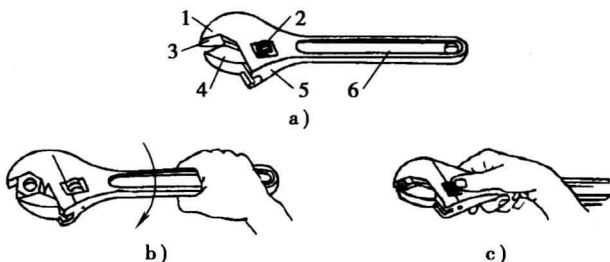

图 1—12 活扳手
(1) 活扳手的构造和规格。活扳手由头部和柄部组成，头部由活扳唇、呆扳唇、扳口、蜗轮和轴销等构成，如图 1—12 所示。旋动蜗轮可调节扳口的大小。活扳手的规格以长度乘以最大开口宽度（单位：mm）来表示，电工常用的活扳手有 150 mm×19 mm (6")，200 mm×24 mm (8")，250 mm×30 mm (10") 和 300 mm×36 mm (12") 四种。